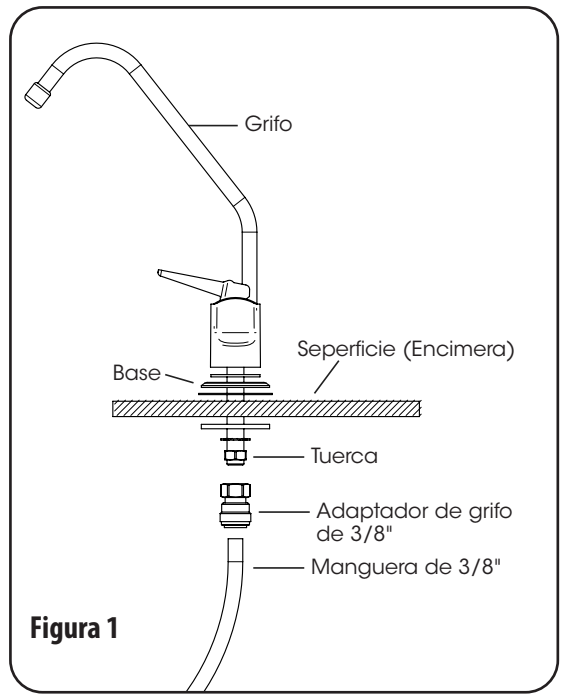

Figura 1
1. Taladre un orificio de 1/2" (12 mm) en una ubicación adecuada en la superficie de montaje e instale el grifo como se muestra en la **figura 1**.